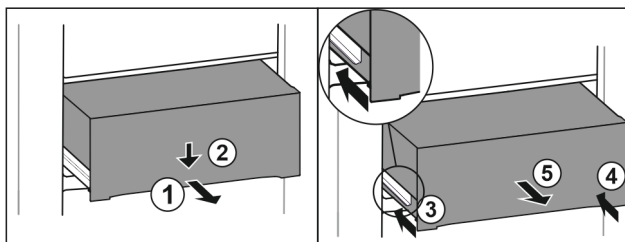

Fig. 77
- ▶ Extrageți pe jumătate sertarul. Fig. 77 (1)
- ▶ Apăsați în jos sertarul pe partea frontală. Fig. 77 (2)
- ▶ Inserați șina stângă aproximativ 2 cm. Fig. 77 (3)
- ▶ Inserați șina dreaptă aproximativ 2 cm. Fig. 77 (4)
- ▶ Extrageți sertarul spre înainte. Fig. 77 (5)